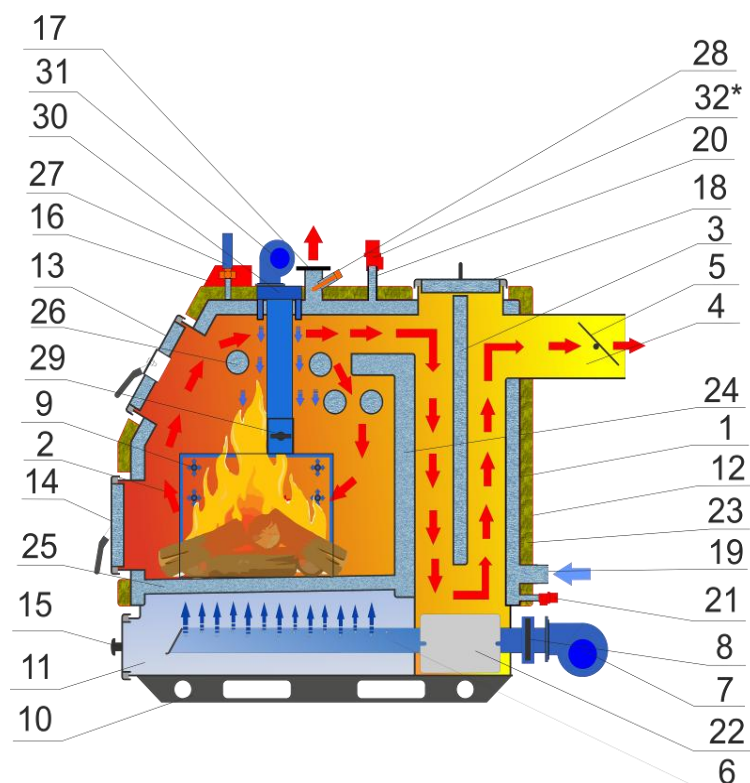

Рис.2 Строение котла «Ретра-3М»
3.1 Котел выполненный в виде герметически сваренного теплообменника прямоугольной формы со скосом впереди (см. Рис.2) и состоит из следующих основных частей: конвективно-контактного стального теплообменника 1 с камерой сгорания (топкой) 2, которая охлаждается водой, прямой перегородки 3, дымохода 4 с поворотным шибером газохода 5, коллектора 6, который вместе с вентилятором 7 и шибером регулирования воздуха 8 составляют систему подачи первичного воздуха. Система подачи вторичного воздуха состоит из вентилятора 31, из верхних и боковых коллекторов подачи и распределения воздуха 9, 29 и шиберов регулировки подачи воздуха 30. В нижней части котла находится камера поддувала 11, которая одновременно выполняет функцию камеры накопления золы. Котел установлен на лыже 10.
3.2 Принцип работы котла (см. Рис.2). Вода из системы теплоснабжения поступает в котел через патрубок обратки 19, растекается по всем внутренним пустотам теплообменника и через его металлические стенки отбирает тепло от топлива, которое горит (контактным способом в топке), и от газообразных продуктов сгорания (конвективным способом в других частях теплообменника). Нагретая вода через патрубок подачи 17 поступает в систему теплоснабжения.